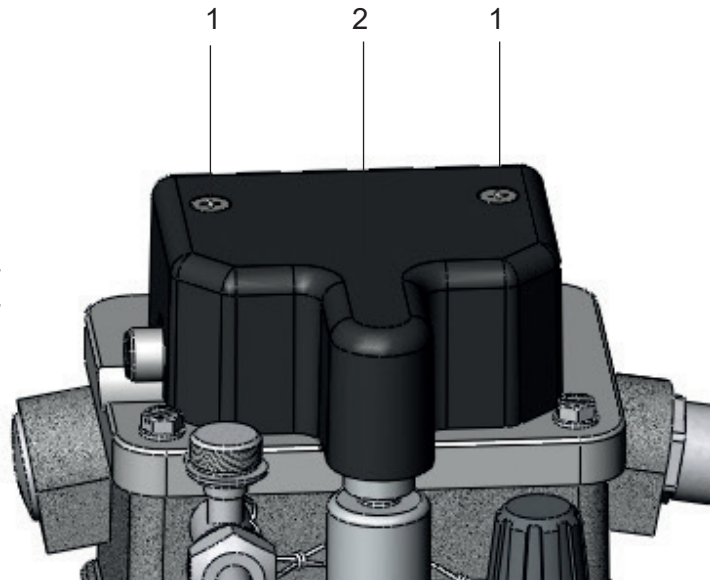

Bild 4 - Deckel mit Abdeckung
- 2 Schrauben M5 (Bild 4/ Nr. 1) lösen
- Abdeckung (Bild 4/ Nr. 2) abnehmen